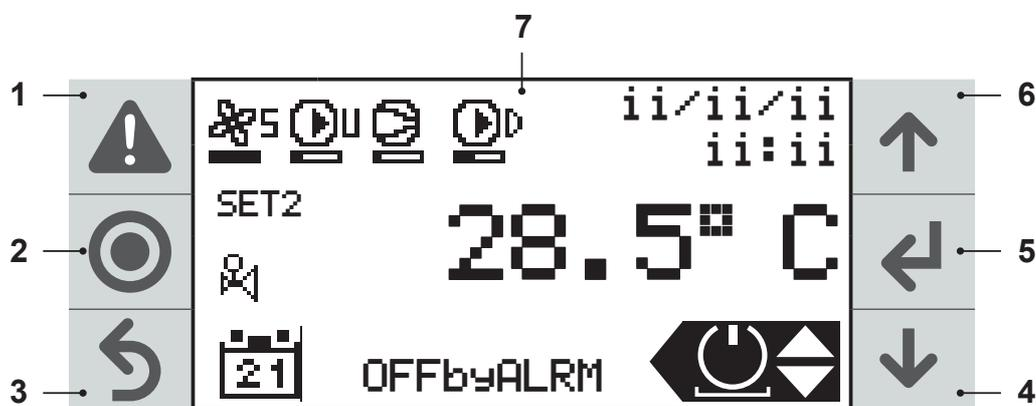

Figura 5.1
- Premere il tasto 2 in Figura 5.1.
- Inserire la password utente premendo i tasti 4 o 6 e confermando con il tasto 5 (Figura 5.1).
- Con i tasti 4 o 6 scorrere i menù fino alla voce "D. Heater" e confermare con il tasto 2 (Figura 5.1) per entrare nel menù.